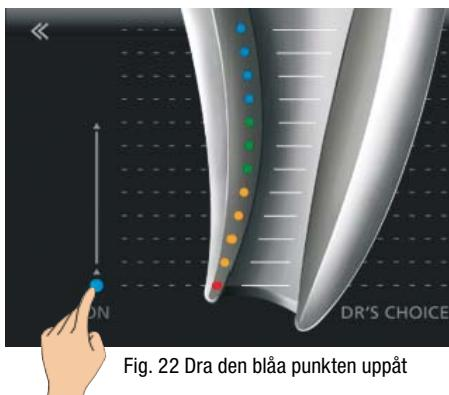

Fig. 22 Dra den blåa punkten uppåt
- Lägg fingret på den blåa punkten och dra den till önskad position i den apikala sektionen (fig. 22).